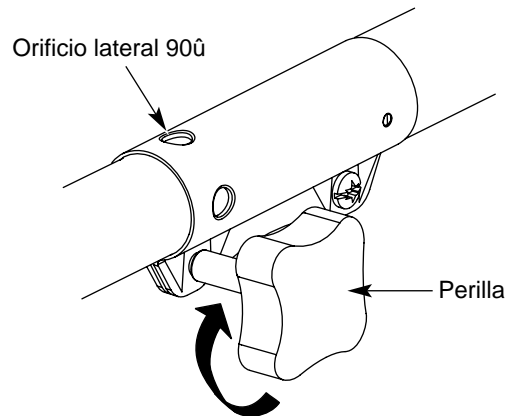

Fig. 26
3. Gire la perilla en sentido horario para ajustarla (Fig. 26).
Para recortar bordes mientras usa el accesorio de corte de cabeza de línea con modelos EZ-Linka, trabe el botón de desconexión en el orificio lateral de 90° (Fig. 26).